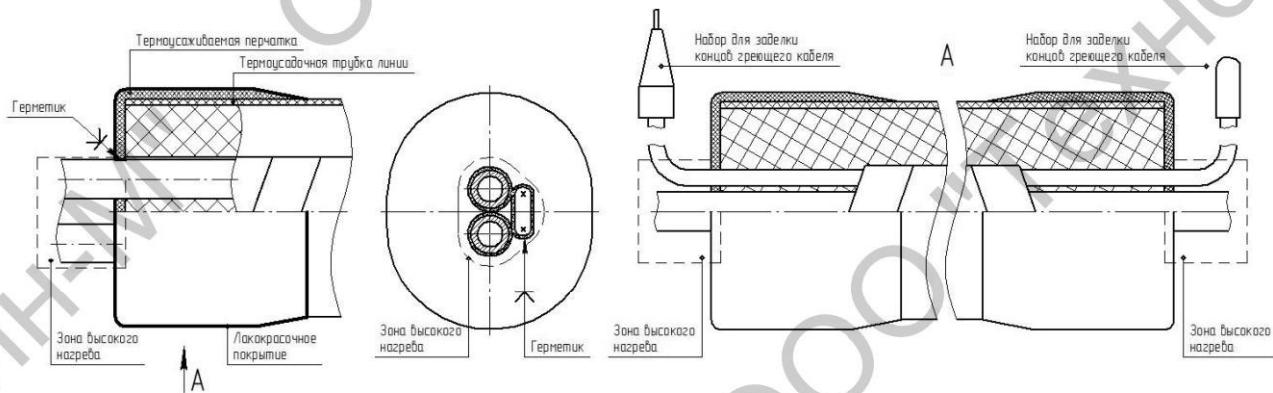

Рисунок 8 - Монтаж комплекта ТДМ-ТИЛ-Э-Ex-КЗиГКЛ с использованием термоусаживаемой перчатки.
1. Конец линии зачистить от внешнего слоя изоляции из базальтовых шнурков на необходимую для монтажа величину (см. рисунок 8).